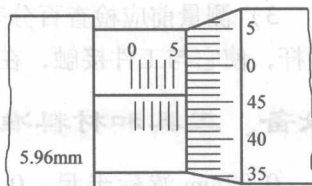

图 1-20 外径千分尺的读数
- 3) 将上述两个读数相加即为测得的实际尺寸，如图 1-20 所示，为 $5.5\text{mm} + 0.46\text{mm} = 5.96\text{mm}$ 。